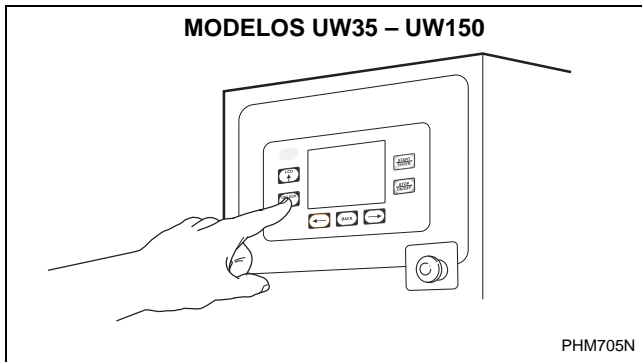

Figura 8
2. Pulse el botón de desbloqueo de la puerta ubicado en la parte delantera inferior izquierda del control. Consulte la *Figura 8*.